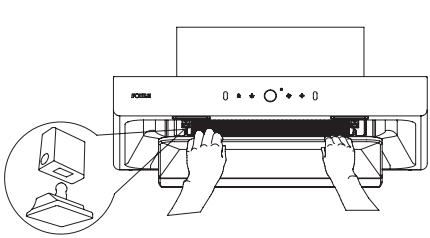
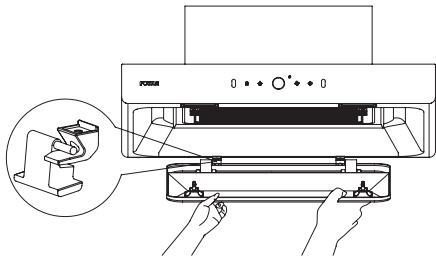
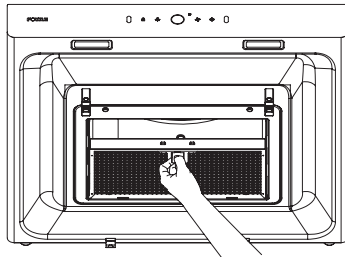
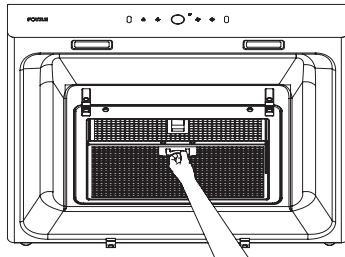

Fig.1
Fig.2
Fig.5
Fig.6
1. 首先，用雙手抓住蝶翼板前沿，向下翻轉，使蝶翼板卡扣脫離（見 Fig.1），然后向下翻轉一定角度，最后雙手平端着蝶翼板向外取出（見 Fig.2）；
1. 首先，取下蝶翼板（見 Fig.1 和 Fig.2）；
3. 直接扳開碳過濾網卡扣，取下碳過濾網，換上新的碳過濾網（見 Fig.5），然后裝上前過濾網（見 Fig.6）和蝶翼板（見 Fig.2 和 Fig.1）；